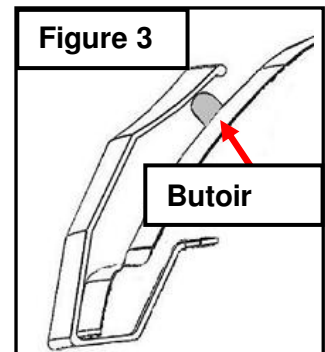

Figure 3
6. Installez les butoirs en caoutchouc sur le capot original ou les coins du protecteur de capot sont les plus près du capot. (**Figure 3**) Nettoyez la surface avec de l'alcool isopropylique et enlevez l'endos protecteur du butoir pour ensuite l'appliquer sur le capot.